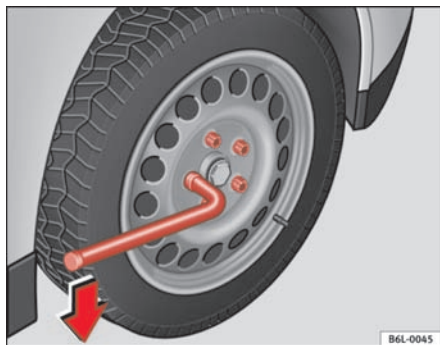

Fig. 136 Hjulskift: Sådan løsnes hjulboltene.
- Tag fat i enden af hjulnøglen, og drej bolten ca. en omdrejning mod **venstre** → fig. 136.